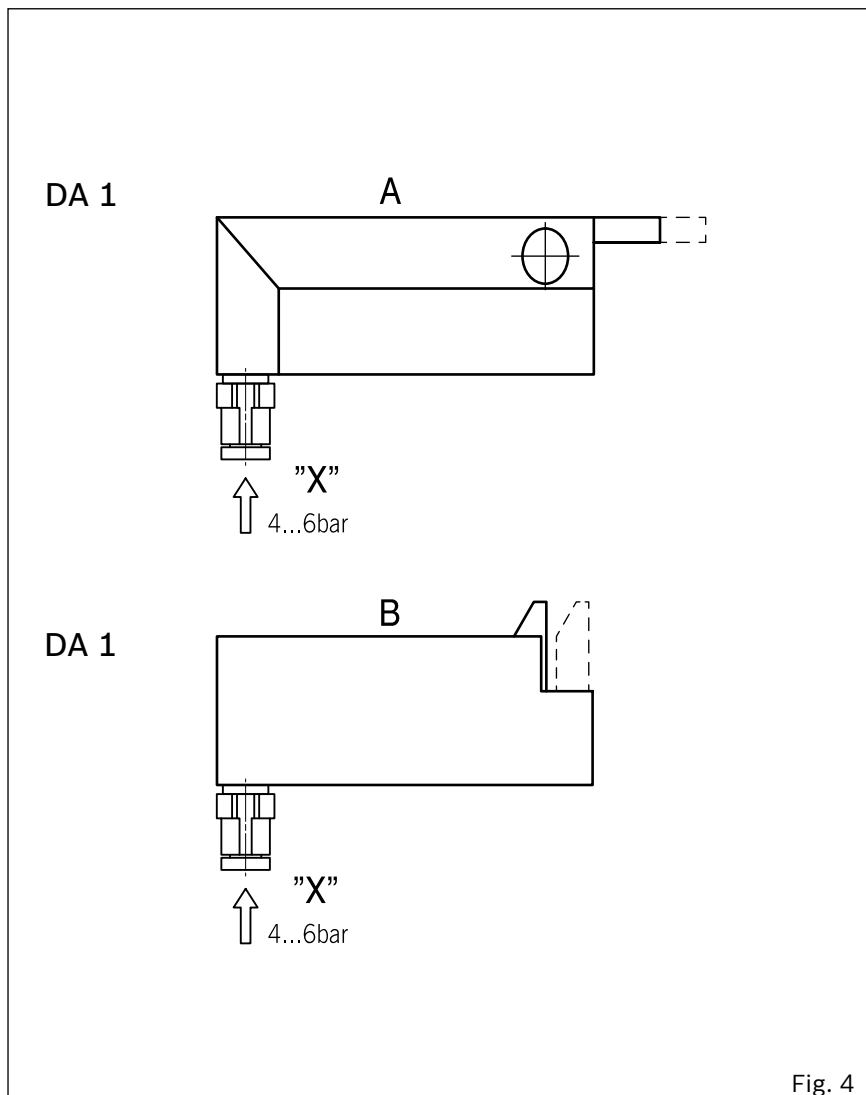

Fig. 4
■ **Druckluftanschluss** (Fig. 4)
(Fig. 4)
■ **Branchement pneumatique** (Fig. 4)
■ **Collegamento pneumatico** (Fig. 4)